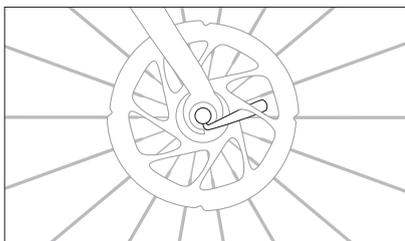

Figura 1.7: Una leva di sgancio rapido posizionata in modo errato può interferire con il sistema frenante.
- Se la ruota è dotata di uno sgancio rapido, assicurarsi che la leva sia chiusa e posizionata correttamente (in linea con il foderò orizzontale o la forcella anteriore) e non interferisca con i raggi o con l'impianto frenante a disco mentre gira (Figura 1.7).